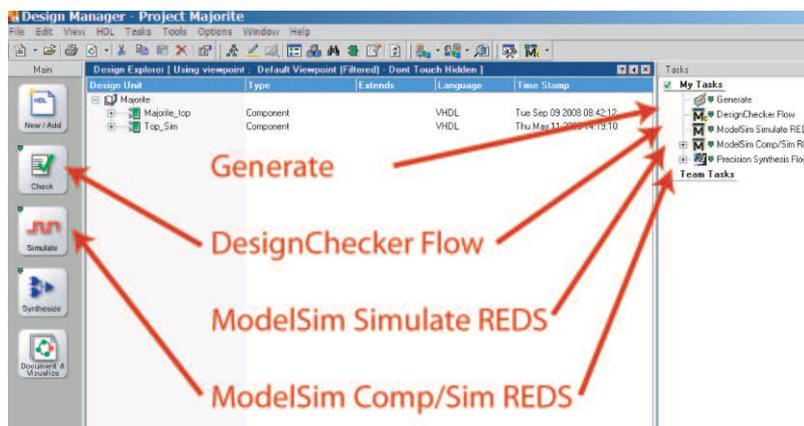

FIGURE 4.10 – Fenêtre des tasks
- Double-cliquez sur "Generate" dans la fenêtre *Tasks* (en haut à droite), cf.figure 4.10).
- Double-cliquez sur "DesignChecker Flow" dans la fenêtre *Tasks* (en haut à droite) ou cliquez sur "Check"(icone à gauche) , cf.figure 4.10).